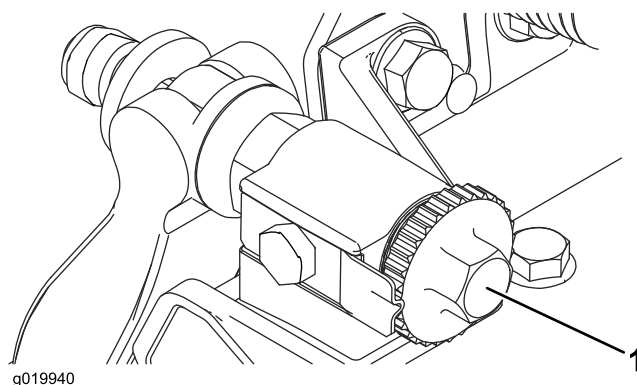

Figura 8
2. Rode os parafusos de ajuste da barra de apoio no sentido contrário ao dos ponteiros do relógio para assegurar que a barra de apoio não entra em contacto com o cilindro (Figura 8).